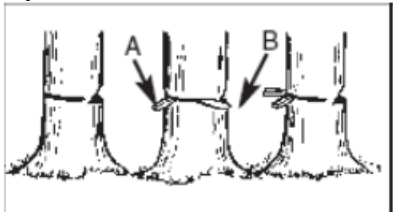

Fig 10c
Użyj drewnianych lub plastikowych klinów (A), aby zapobiec zaplątaniu się prowadnicy lub łańcucha (B) w cięciu. Kliny kontrolują również upadek (rys. 10c)